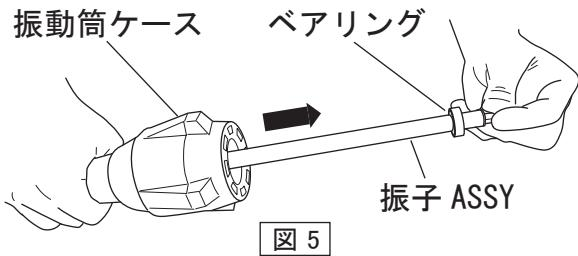

図5
1. 振動筒ケースから振子ASSYを抜き出し、ベアリングにグリースを塗布する。(図5)
2. 振子ASSYを振動筒ケースに収める。(図5)